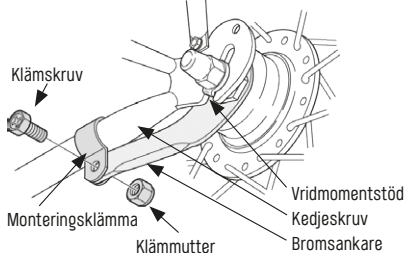

Fig. 3/29 Bromsankare, källa: Shimano
- Fotbromsar har ett bromsankare („Fig. 3/ Bromsankare, källa: Shimano“ på sida 29) som stöds av ramens kedjestag. För att det ska fungera korrekt måste det vara ordentligt monterad med hjälp av en fästklämma eller direkt på kedjestaget.